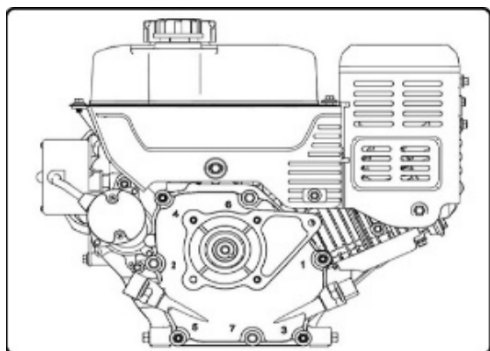

Fig. 34
2. Skruva loss oljepluggen med oljestickan och torka av oljestickan. Se bild 34.
1. Leta reda på oljeavtappningspluggen, se bild 34.
3. Rengör området runt oljeavtappningspluggen, se bild 34.